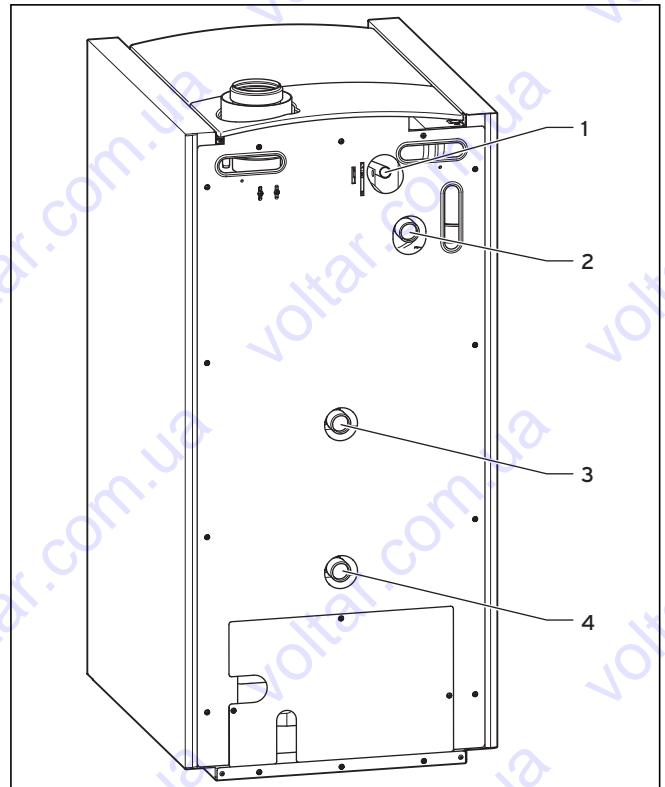

Рис. 5.4 Подключение со стороны отопления
- ▶ Подключите обратную линию водонагревателя к штуцеру обратной высокотемпературной линии котла (3 на рис. 5.4).